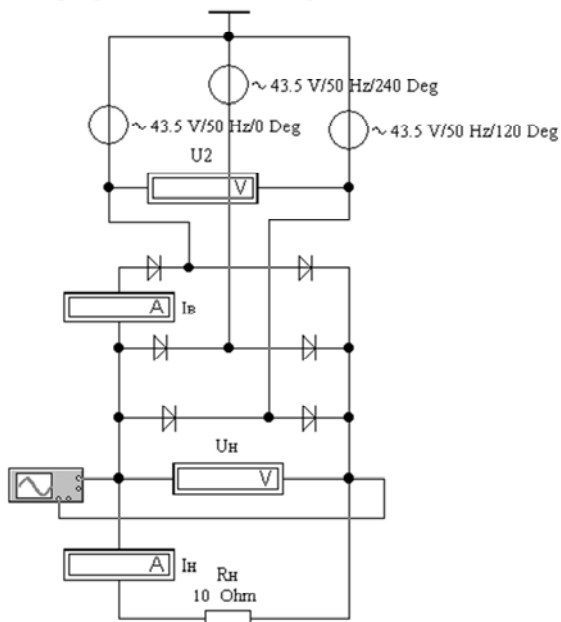

Рис. 16.12. Трёхфазный мостовой выпрямитель (файл **rect16.ewb**)
12. Решить задачу 13.16. При проверке решения задачи в EWB (файл **rect16.ewb**, рис. 16.12) обратить внимание на содержимое окна *Description*.